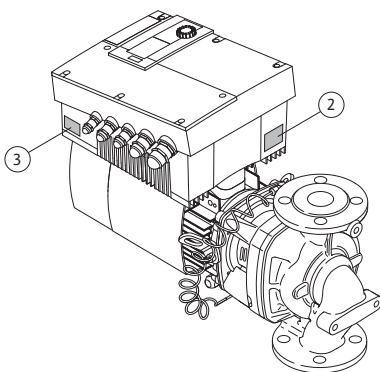

Fig. 12: Anordnung der Typenschilder:
- Das Drive-Typenschild befindet sich am Inverter auf der Seite der Kabeldurchführungen (Fig. 12, Pos. 3). Der elektrische Anschluss ist entsprechend den Angaben auf dem Drive-Typenschild anzulegen.